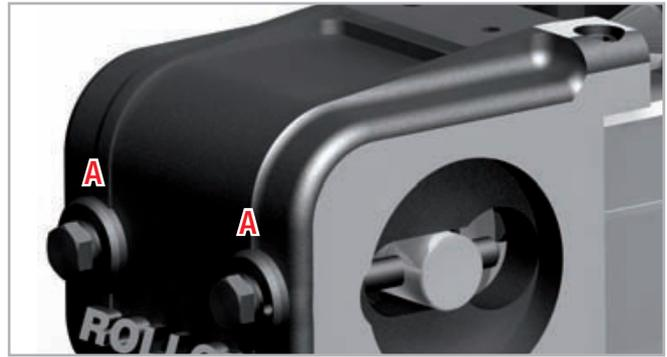

Abb. 97
2. Aus der nebenstehenden Abbildung 97 ist zu entnehmen, wie weit die Riemen­Umlenkrolle ber die Stellschrauben A am Umlenkkopf versetzt werden muss, um die gewnschte Riemen­spannung zu erreichen.